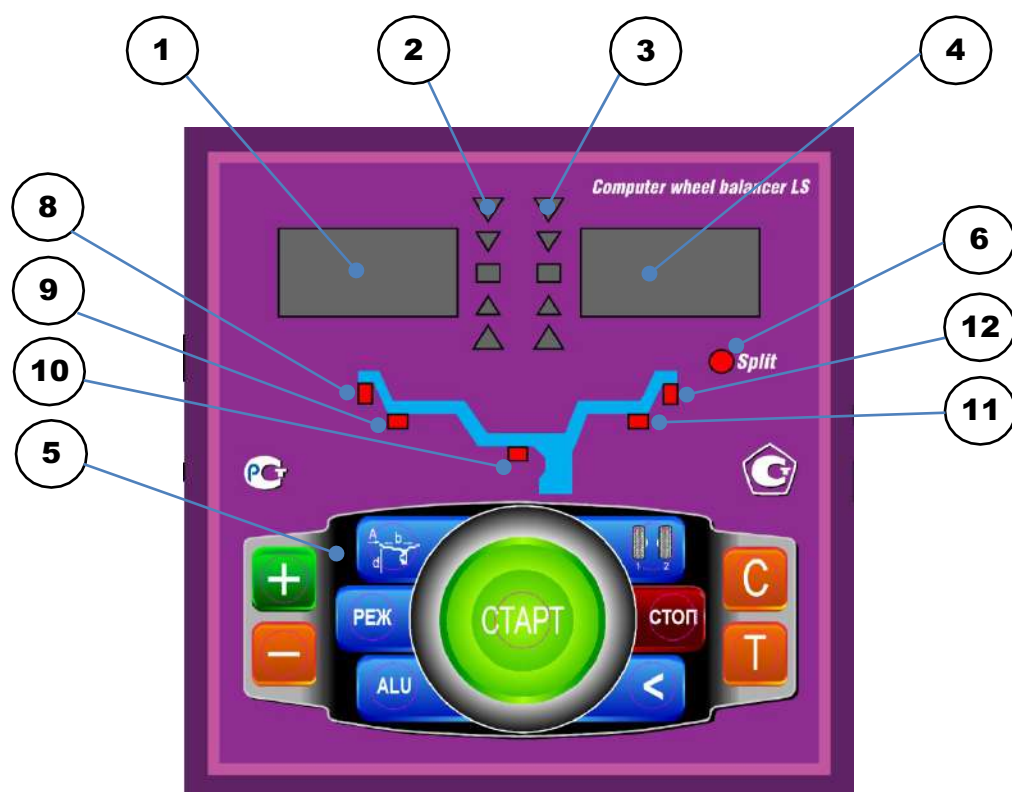

рис.8.1.
8.1. Общий вид лицевой панели показан на рис. 8.1.
При выдвижении штанги на индикаторах 1 (рис. 8.1) отображается значение параметра "A". Значение параметра "d" отображается на индикаторах 4.
Для ввода ширины нажмите кнопку "+" или "-" на индикаторах 1(рис.8.1) высветится "-b-", а на индикаторах 4 значение ширины диска. Через 2-3 сек после установки ширины индикаторы в режим отображения текущего дисбаланса.
Дважды нажать кнопку "A, d, b", после чего на индикаторах 1 (рис.8.1) загорается символ "A", а на индикаторах 4 исходная величина дистанции. Нажимая кнопки "-" и "+" установить на индикаторах 4 требуемую величину дистанции. Через 2-3 сек после установки дистанции показания на индикаторах 1 и 4 возвращаются к отображению текущего дисбаланса, а кнопки "-" и "+" возвращаются в режим ввода ширины обода.
11.1. Переключение схем ALU1-ALU5 осуществляется последовательным нажатием кнопки "ALU" при этом схема установки грузов отображается загоранием соответствующих светодиодов 8-12 (рис.8.1), кроме того, на индикаторах 1 отображаются символы ALU, а на индикаторах 4 номер 1-5. Через 2-3 сек. после установки требуемой программы ALU индикаторы 1-4 переходят в режим отображения дисбаланса.
12.3. Для входа в программу Split удерживайте кнопку РЕЖ, до того, как загорится светодиод 6 (рис.8.1) и на индикаторах 1 загораются символы "SPn", означающие, что необходимо ввести число спиц обода колеса, подлежащего балансировке. При этом на индикаторах 4 загорается цифра 5. Если число спиц колеса отличается от 5, кнопками "-" и "+" установить на индикаторах 4 фактическое число спиц колеса.
12.4. Запустите СБ. После остановки вала установите любую спицу обода колеса вертикально вверх (на 12 часов) и нажмите кнопку С. После чего, на индикаторе 1 и линейке 2 (рис.8.1) будут указаны величина и место установки корректирующего груза на внутренней плоскости.
Эта функция обеспечивается тем, что каждый раз при вводе новых геометрических параметров и установке требуемой программы ALU, предыдущее состояние запоминается. Для перехода от одного набора параметров к другому необходимо нажать кнопку "1-2". Визуальный контроль того, какие параметры установлены в данный момент, осуществляется нажатием "А, d, b" на индикаторах 4 (рис.8.1) будут последовательно отображены, установленные в данный момент диаметр, ширина обода и дистанция.
14.1. При включении тумблера питания СБ на индикаторах 1 (рис. 8.1) высвечивается трёхзначное число -номер версии программного обеспечения. Через 2-3 сек на индикаторах 1 и 4 должны загореться нули, кроме того должны загореться светодиоды 8 и 12, что свидетельствует о включении режима стандартной балансировки с установкой на обеих плоскостях коррекции грузиков на пружинках. На линейках 2 и 3 (рис. 8.1) должны загореться центральные светодиоды.
14.2. При включении СБ программа измерения дисбаланса настраивается таким образом, что дисбаланс менее 8 г (заводская установка для легкового режима) на любой плоскости коррекции не показывается, в этом случае на индикаторах 1 и 4 (рис. 8.1) высвечиваются "0". Минимальный дисбаланс отображающийся на индикаторах 1 и 4 равен 8г. Дисбаланс, превышающий 8г, округляется до величины кратной 5, т. е. дисбаланс 9, 10, 11 и 12 г отображается цифрой 10, дисбаланс 13, 14, 15, 16 и 17 г - цифрой 15 и т. д. Для просмотра неокруглённого значения дисбаланса или дисбаланса менее 8г. необходимо нажать кнопку "<", при этом на индикаторах 1 и 4 на 2-3 сек высвечиваются фактические значения дисбаланса, определённые в данном запуске.